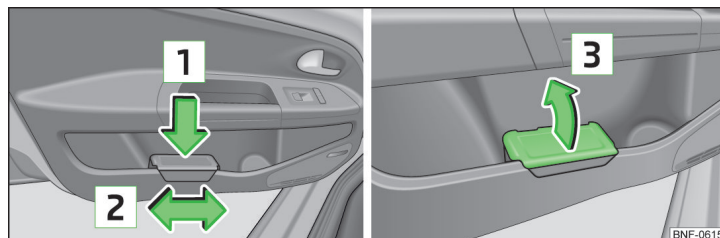

Fig. 54 Recipientul pentru reziduuri: introducerea sau deplasarea/deschiderea
- Împingeți recipientul pentru reziduuri în partea posterioară în sensul săgeții » fig. 54.
- Scoateți recipientul pentru reziduuri în sens contrar săgeții » fig. 54.
- Ridicați capacul în sensul săgeții » fig. 54.